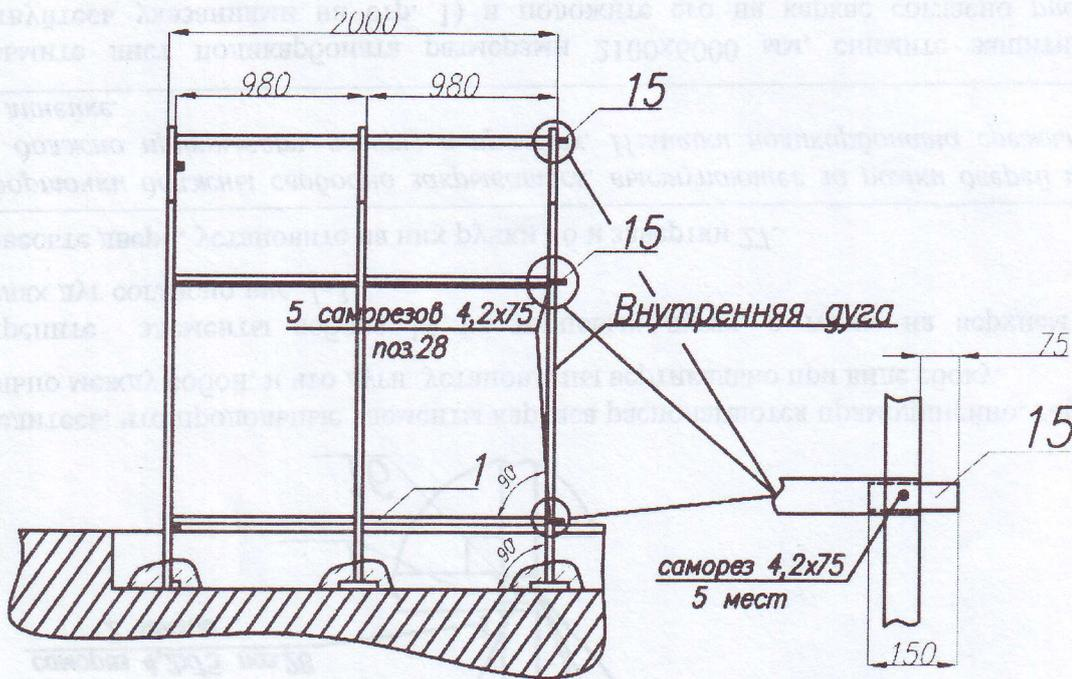

Рис.20
3.24. Аналогичным образом установите вторую внутреннюю дугу, соблюдая установочные размеры. Вставьте внутрь профилей соединителей дуг 1 стыковочные элементы 15 и прикрепите саморезами 75 мм концы соединителей к дуге как показано на рис.20.